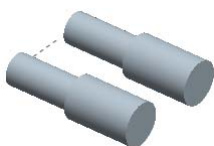

图 15.32 着色后的滑块
Step6. 系统弹出“属性”对话框，在该对话框中单击 **着色** 按钮，着色后的体积块如图 15.32 所示。然后在对话框中输入名称 SLIDE_VOL_01，单击 **确定** 按钮。